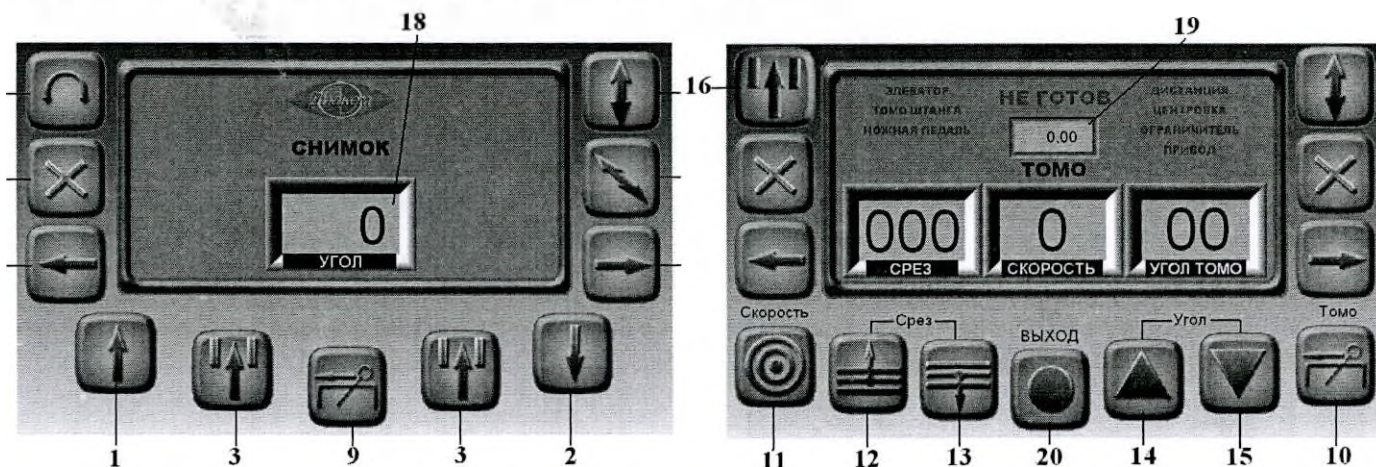

Рисунок 3.6
- на пульте управления рисунок 3.6 нажать на кнопку 9, при этом разблокируются тормоза узлов участвующих в установке томо-штанги. Так же на нижнем слайде рисунка 3.6 будут отображены параметры которые необходимо выполнить для приведения готовности проведения томографического обследования (индикация параметра красным – параметр не установлен, индикация параметра зеленым – параметр готов);
Установите высоту стола в рабочее положение, нажатием кнопки 3 (рисунок 3.6).
Установите режим томографии, нажатием кнопки 9 (рисунок 3.6) на пульте управления.
Установите колонну в центральное положение относительно томографического узла. Нажатием кнопки 16 (рисунок 3.6), установите высоту стола в режиме томографии. Установите штангу томографа.
Нажмите кнопку 10 (рисунок 3.6). Нажмите педаль включения привода перемещения колонны. На пульте управления выберите нажатием кнопки 11 скорость, нажатием кнопок 14 или 15 угол, нажатием кнопок 12 или 13 высоту среза. На дисплее в окне диагностики должна светиться надпись «ГОТОВ» зеленого цвета. Позиционируйте пациента. В исходное положение излучатель переместится при нажатии кнопок «Подготовка» и «Снимок» на пульте управления УРП. После выполнения томографии излучатель автоматически установится в центральное положение относительно приемного устройства.
Отпустите вертикальный тормоз, нажав кнопку разблокировки 6 (рисунок 3.6) и переместите рентгеновскую решетку в положение высоты объекта экспозиции.